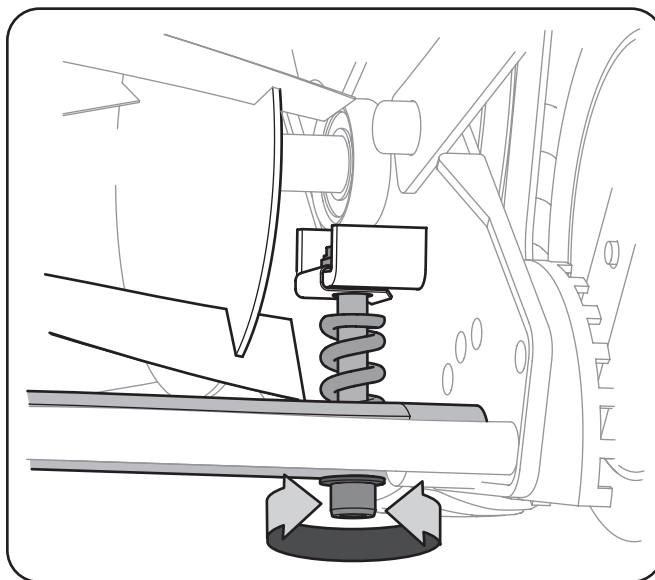

Figure 5-1
2. Utilisez une clé de 13 mm pour serrer les boulons de réglage (un à chaque extrémité) sur $\frac{1}{4}$ de tour. Voir la Fig. 5-1.